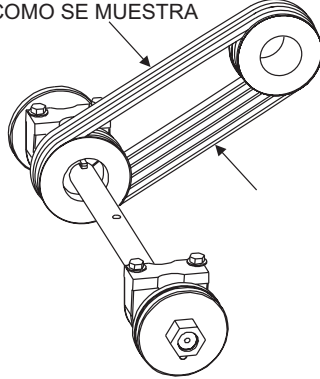

Figura 17. Tensión de la banda-V
- Verifique la tensión de la banda (Figura 17) usando un medidor de tensión (2.72k. a 4.08k.) (6.0 - 9.0 lbs.) contra la banda de adentro a la mitad entre las dos poleas, o desviando el centro de la banda en un punto medio 3/8" (10 mm) - 1/2" (13 mm).